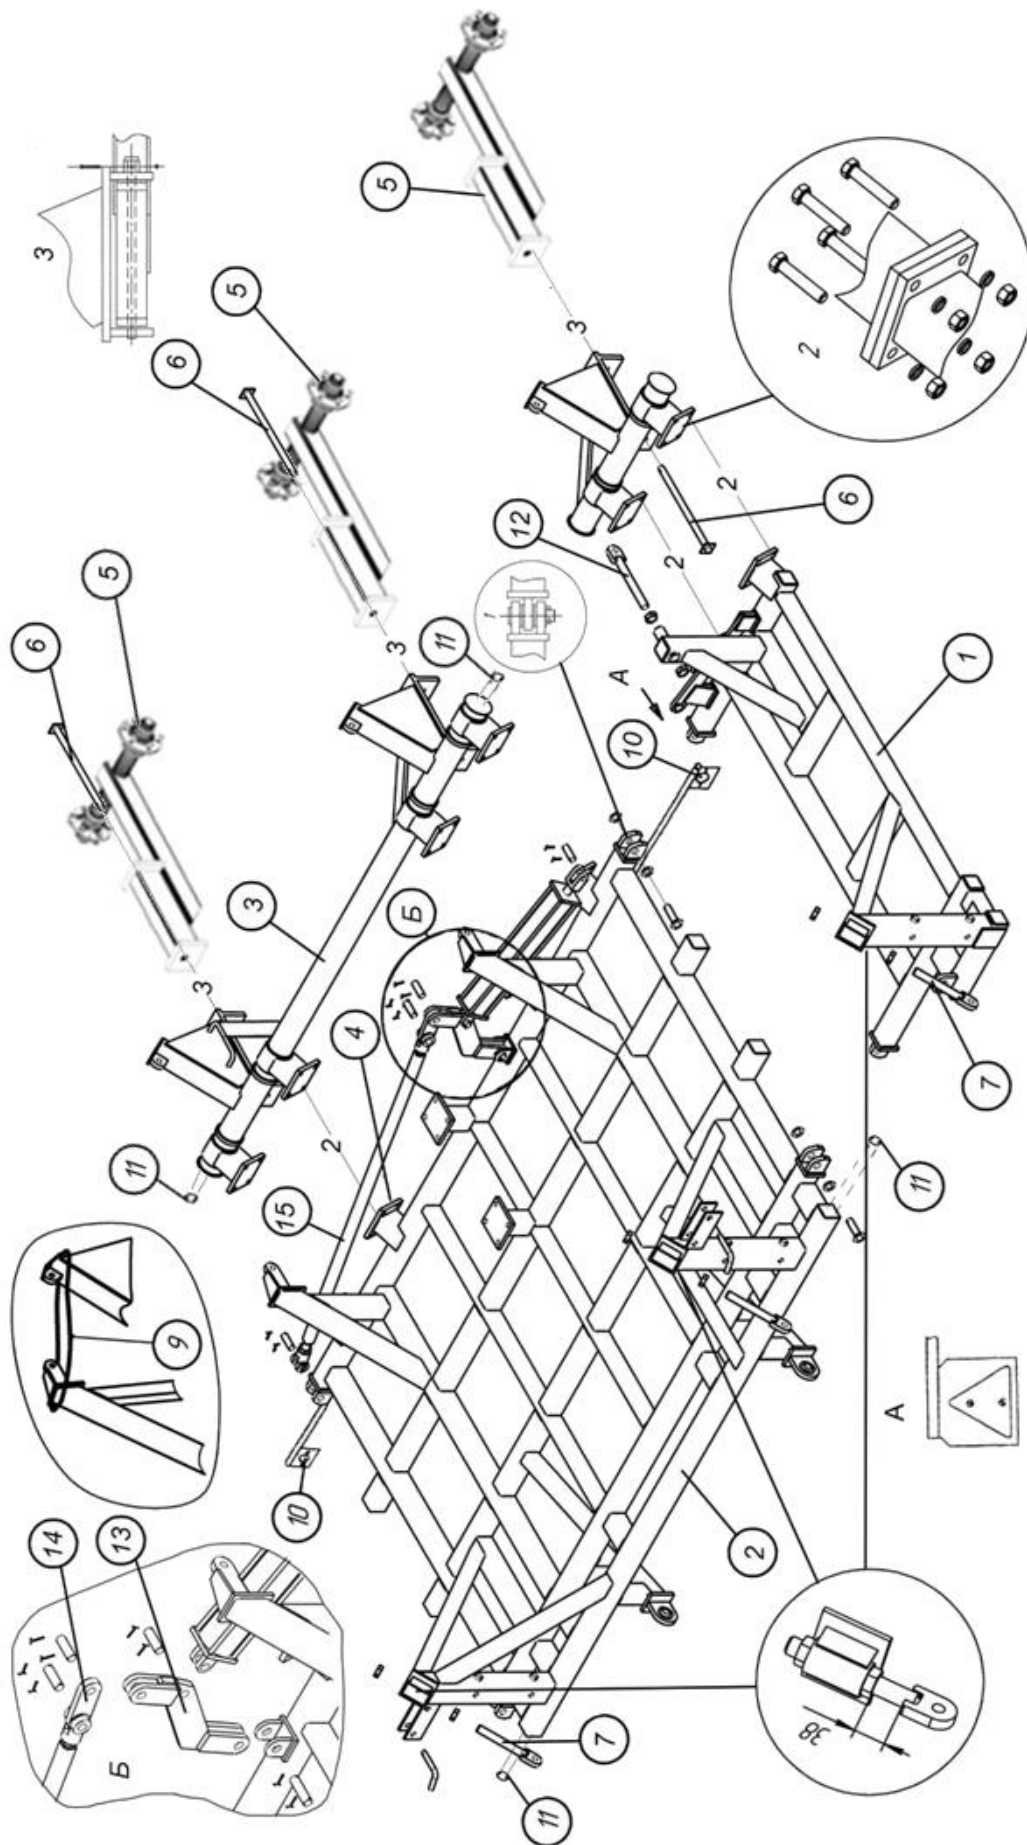

Рис. 4.1.3. Сборка рам, поворотных валов и подвески прикатывающих колес К-6,1
4.1.7. Для К-6,1 установите рычаг 13 (зав.№2012-22.00.00) на вилку главной рамы с помощью пальца Ø32х130 (зав.№2012-00.00.01), шайб Ø33 мм и шплинтов (рис.4.1.3). Роль кулис на К-6,1 выполняет серьга 14 (№ 2012-24.00.00). Закрепите ее на рычаге 13 с помощью пальца Ø32х98 (зав.№ 2012-21.20.02). Установите тягу 15 с помощью пальцев Ø32х98 и шплинтов. Одну проушину тяги 15 (№ 2012-21.00.00) зацепить за серьгу 14, другой – за кронштейн крыловой рамы.